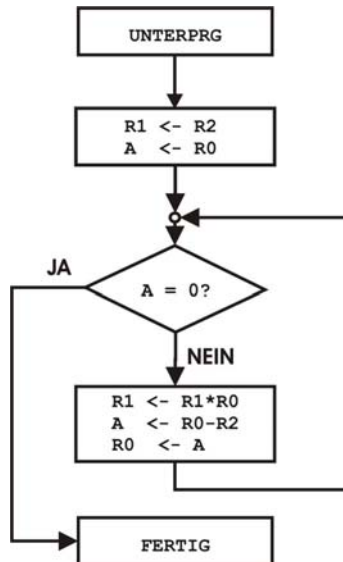

Abbildung 2.1: Flussdiagramm des Assemblerprogramms
Im ersten Aufgabenteil soll ein Unterprogramm für den 80C51-Mikrocontroller entwickelt werden, dessen Flussdiagramm in Abbildung 2.1 gegeben ist. Dem Unterprogramm werden in den Registern  $R0$ ,  $R1$ ,  $R2$  beliebige vorzeichenlose 8 bit-Dualzahlen übergeben.
- Schreiben Sie das entsprechende Assemblerprogramm für den in Abbildung 2.1 gegebenen Abschnitt! Vergessen Sie dabei nicht den Rücksprung ins Hauptprogramm und benutzen Sie die Bezeichnungen  $R0$ ,  $R1$ ,  $R2$ ,  $A$ ,  $FERTIG$  und  $UNTERPRG$  aus Abbildung 2.1.